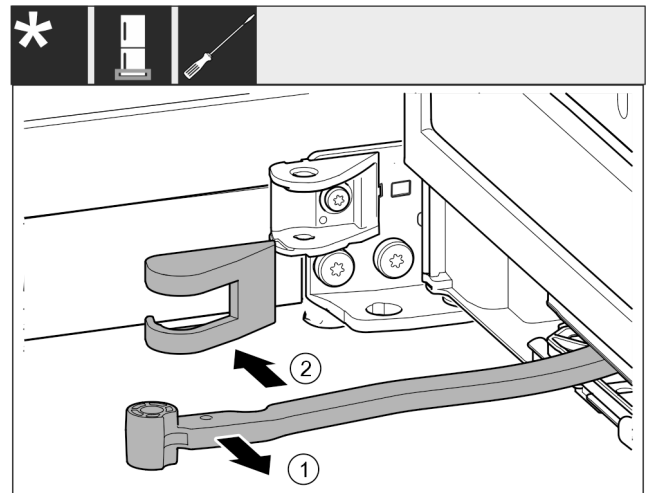

Fig. 14
- ▶ Tourner l'articulation en direction de la porte. Fig. 14 (1)
- ▶ Retirer le cache du support de palier. Fig. 14 (2)